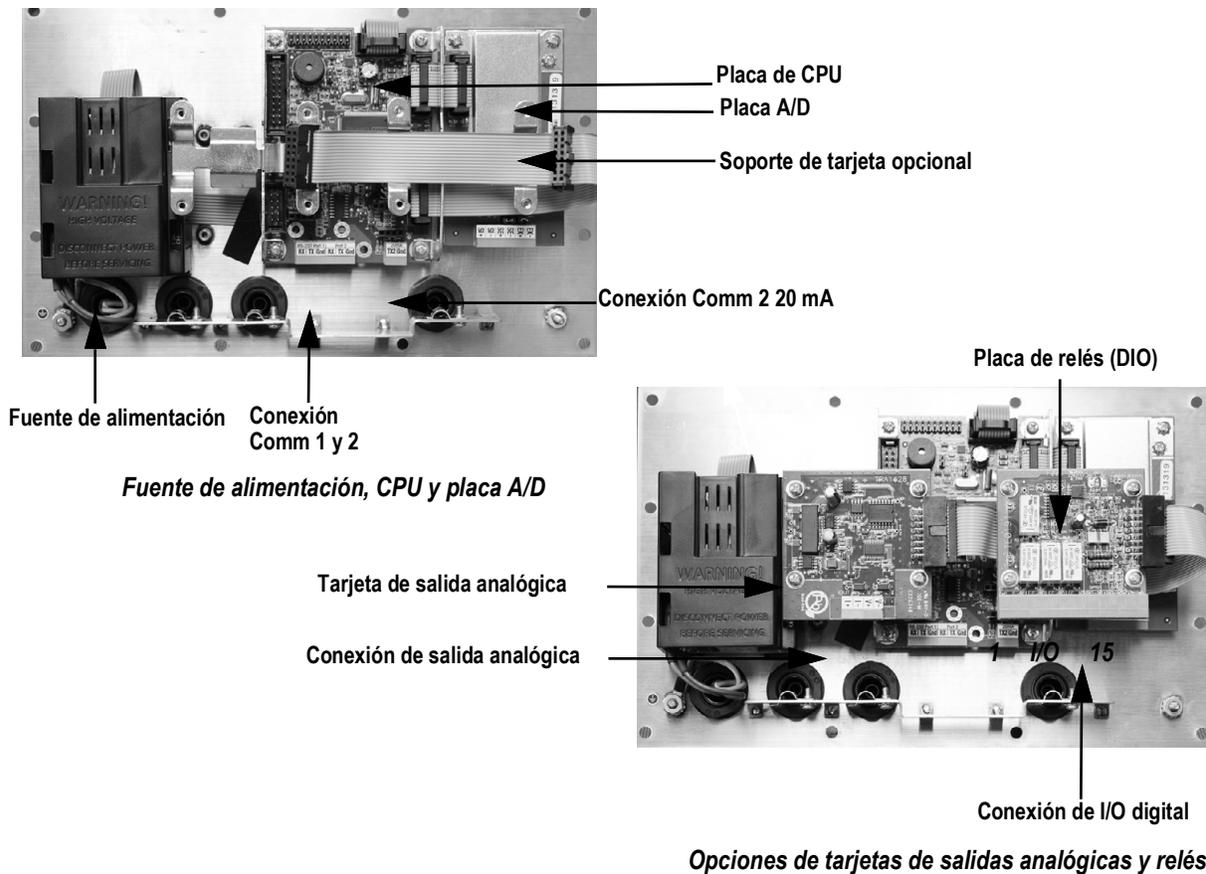

Figura 2-5. Opciones de la placa de 480
3. Si no está ya colocado, instale un soporte para tarjetas opcionales (n.º de ref. 131340), consulte la Figura 2-5 en la página 20.
4. Monte el módulo de salida analógica o la tarjeta de relés en el soporte de la tarjeta opcional. Consulte la Figura 2-5 en la página 20.